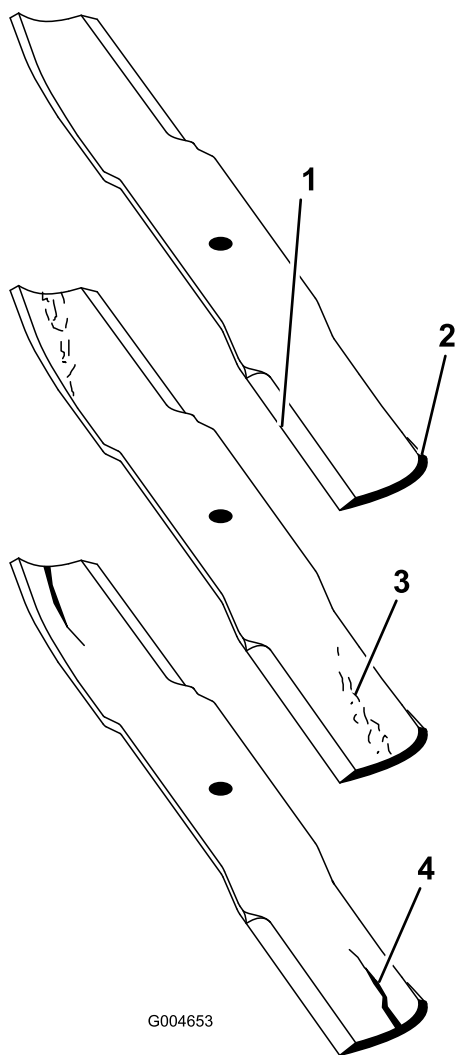

Figure 21
1. Examinez le tranchant des lames (Figure 21). Si les lames sont émoussées ou présentent des indentations, déposez-les et affûtez-les. Voir Affûtage des lames.
2. Inspectez les lames, surtout la partie relevée (Figure 21). Remplacez immédiatement toute lame endommagée, usée ou qui présente une entaille (Figure 21).